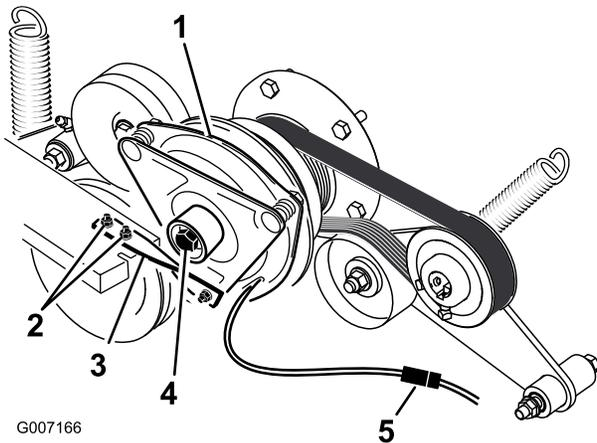

Figura 57
- Desenchufe el conector eléctrico del embrague (Figura 57).
- Retire los dos pernos que sujetan la correa de goma del embrague al bastidor del cortacésped (Figura 57).
- Retire el perno central que sujeta el embrague al eje del motor, y retire el embrague y la chaveta (Figura 57).
- Sujetando el cigüeñal en la parte trasera de la máquina, instale el perno central y apriételo a 68 Nm (50 pies-libra) (Figura 57).
- Instale la correa de goma del embrague al bastidor del cortacésped con los dos pernos y tuercas que se retiraron anteriormente (Figura 57).
- Enchufe el conector eléctrico del embrague (Figura 57).